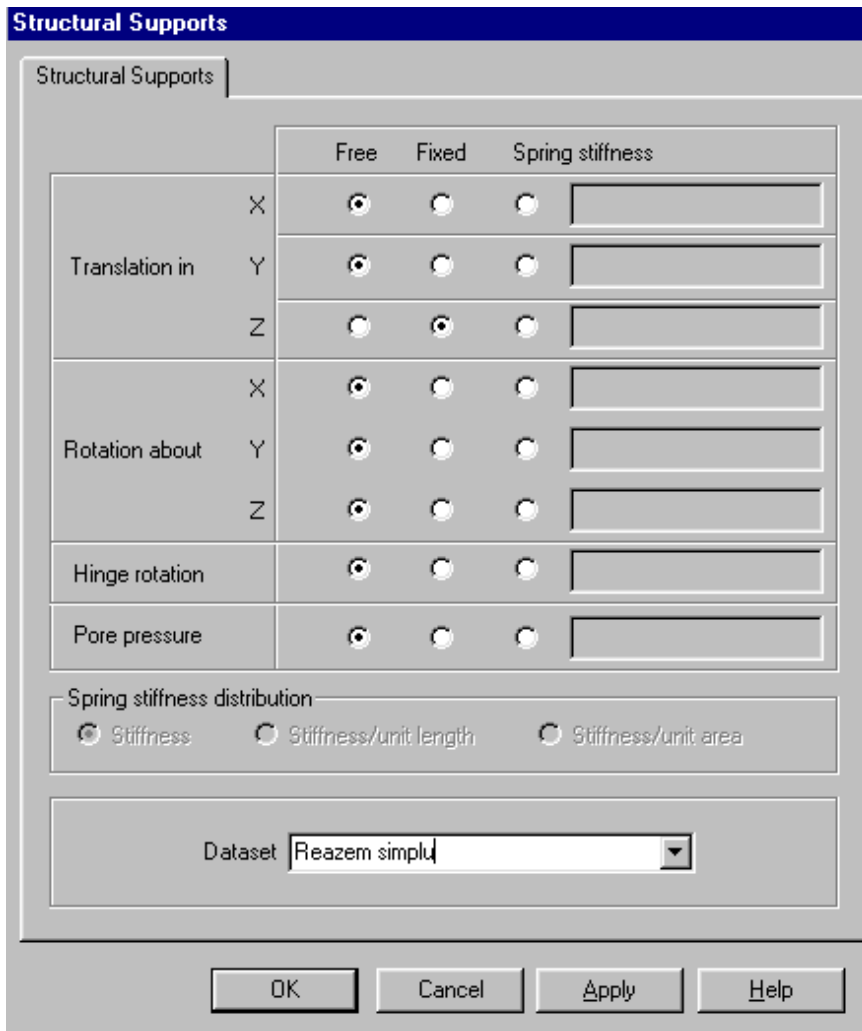

Fig. 23
- în caseta de dialog (fig. 23) se definesc condițiile pentru reazemul simplu (pentru problema dată, laturile A - A și B - B sunt simplu rezemate (fig. 1)).